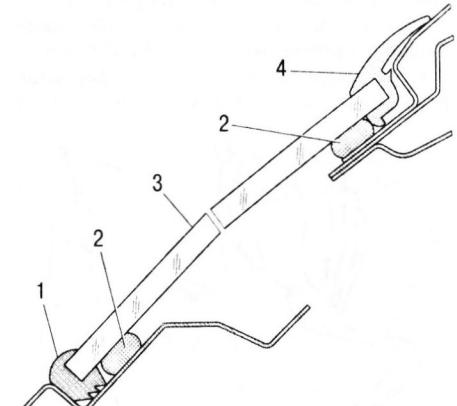

Рис. 9.4. Установка стекла ветрового окна: 1 – упор; 2 – клеевой слой; 3 – стекло; 4 – уплотнитель
– установить на верхнюю кромку стекла уплотнитель 4 (рис. 9.4), на нижнюю – два упора (на расстоянии 400–500 мм друг от друга);